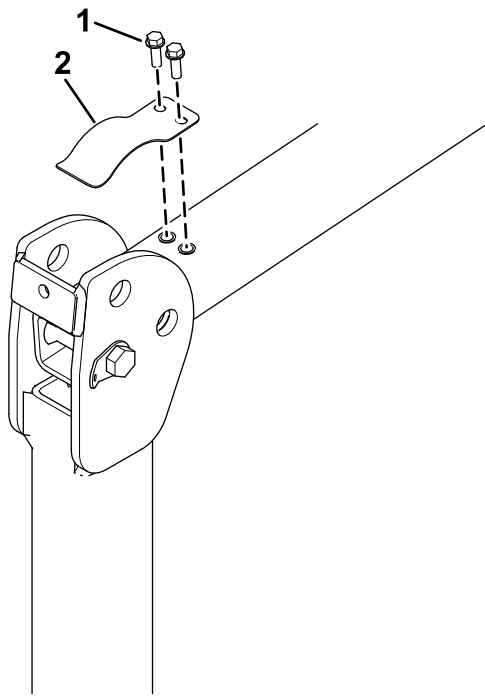

図 15
1. ロールバーを下げた状態で、ロールバーの両側からガタつき防止用のリーフスプリング (図 15) を取り外す。